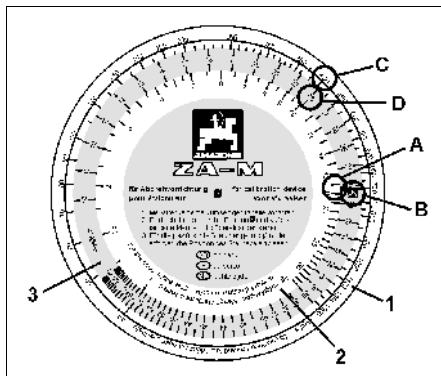

Рис. 37
- Возьмите счетный диск для устройства для установки распределителя на норму внесения. На шкале (Рис. 37/2) для уловленного количества [кг] найдите числовое значение "17,5" (Рис. 37/A) и совместите с позицией "K" (Рис. 37/B) цветной шкалы (Рис. 37/3).
- Найдите необходимую норму внесения (400 кг/га) (Рис. 37/C) на шкале для нормы внесения (Рис. 37/1) и определите требуемое положение шиберной заслонки (позицию) "23" (Рис. 37/D).